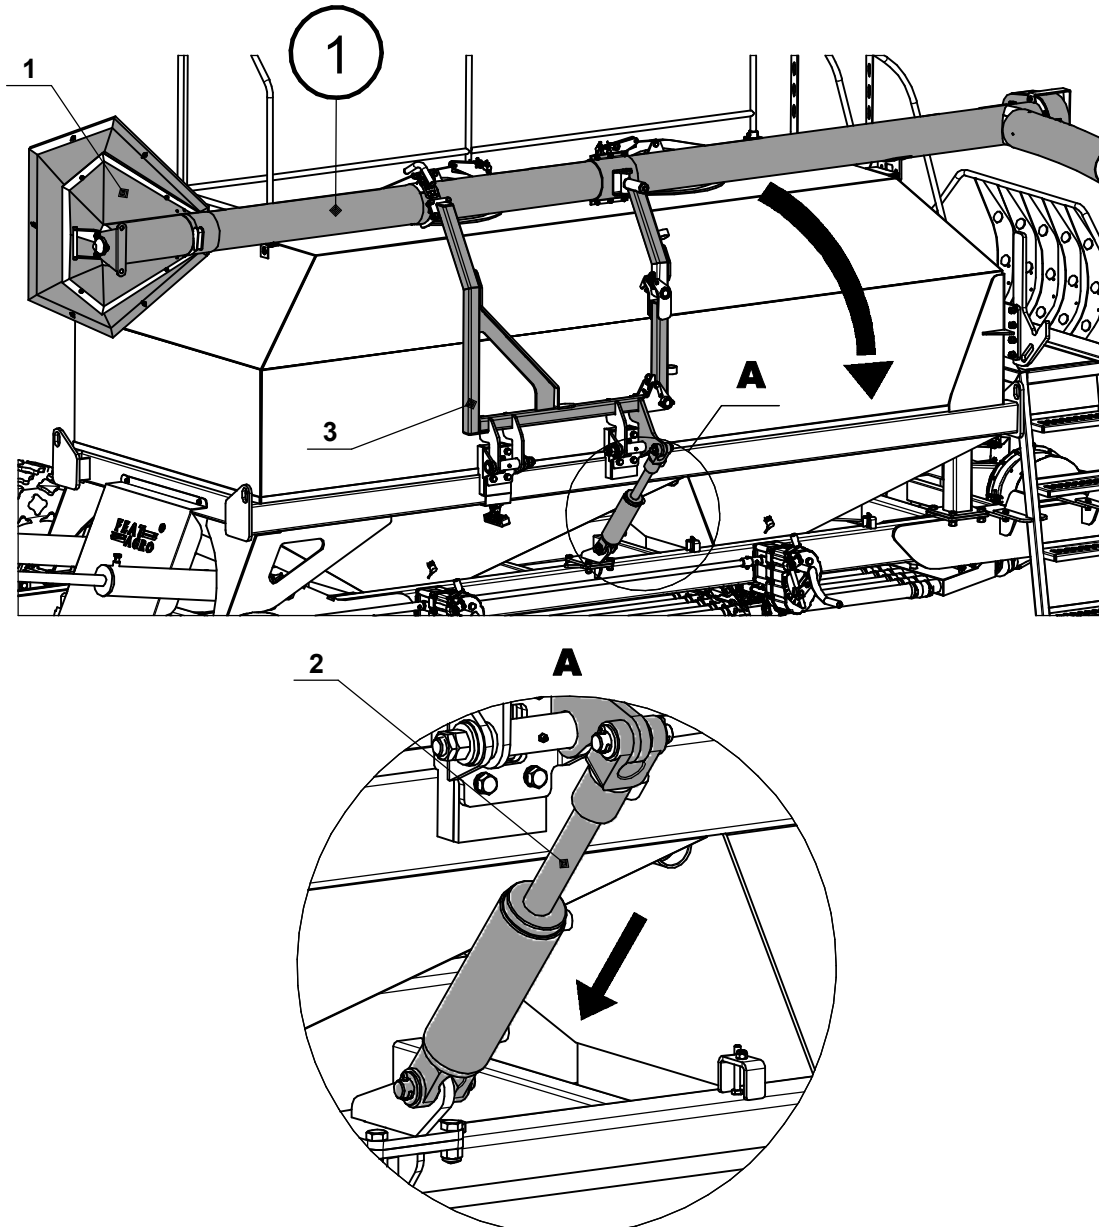
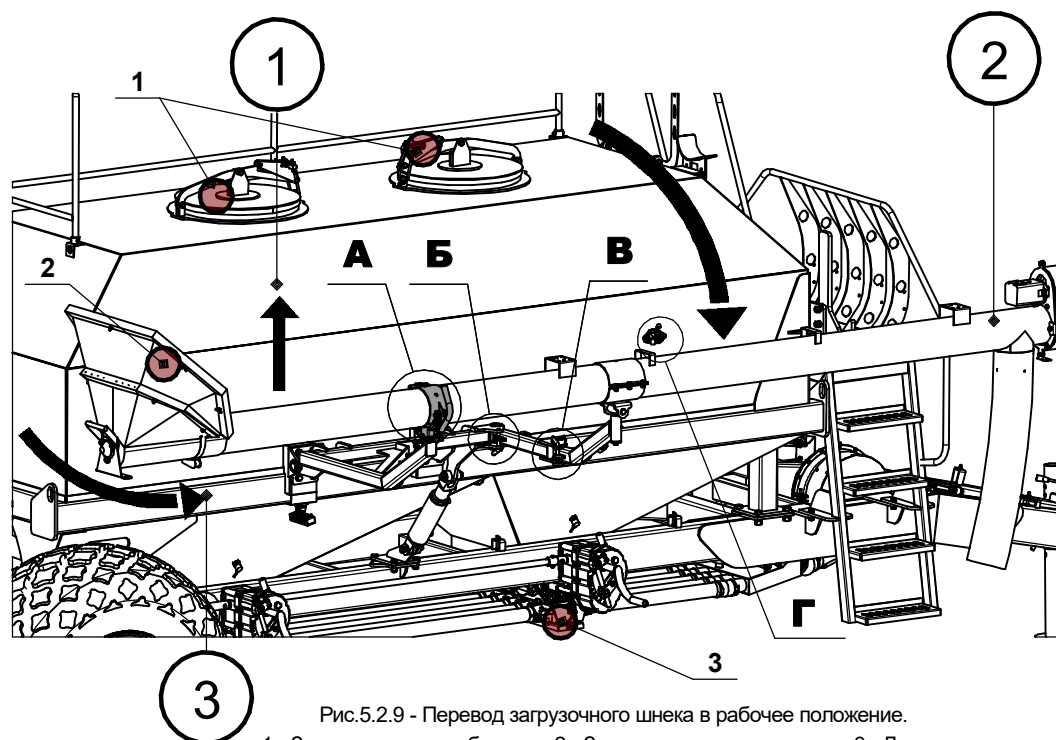

Рис.5.2.8 - Перевод загрузочного шнека в рабочее положение.
Рис.5.2.9 - Перевод загрузочного шнека в рабочее положение.
**7.2.** С помощью гидроцилиндра поз.2 рис.5.2.8 вид А переведите шнек поз.1 рис.5.2.8 из положение 1 рис.5.2.8 в положение 2 рис.5.2.9
**7.4.** Приподнимаем шнек возле загрузочной корзины поз.2 рис.5.2.9 и отводим эту часть шнека в сторону от бункера положение 3.